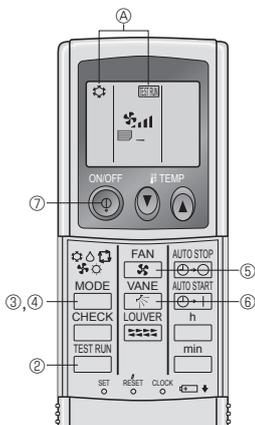

Fig. 7-5
7.2.2. Verwendung der drahtlosen Fernbedienung (Fig. 7-5)
- ① Mindestens 12 Stunden vor dem Testlauf den Netzstrom einschalten.
- ② Die ^{TEST RUN} -Taste zweimal kurz nacheinander drücken. (Nehmen Sie diesen Schritt vor, wenn das Fernbedienungsdisplay gestoppt ist.)
- ③ ^{MODE} (☼ △ ☼ ☼ ☼ ☼) -Taste drücken, um COOL ☼ (Kühlen)-Betrieb zu aktivieren. Dann prüfen, ob Kaltluft aus der Anlage geblasen wird.
- ④ ^{MODE} (☼ △ ☼ ☼ ☼ ☼) -Taste drücken, um HEAT ☼ (Heizung) zu aktivieren. Dann prüfen, ob Warmluft aus der Anlage geblasen wird.
- ⑤ Die ^{FAN} -Taste (Gebläse) drücken und überprüfen ob sich die Gebläsedrehzahl ändert.
- ⑥ ^{VANE} (gebläseflügel)-Taste drücken und prüfen, ob die automatische Gebläseflügel-Funktion einwandfrei arbeitet.
- ⑦ ON/OFF (netzstrom EIN/AUS)-Taste drücken, um Probelauf zu beenden.